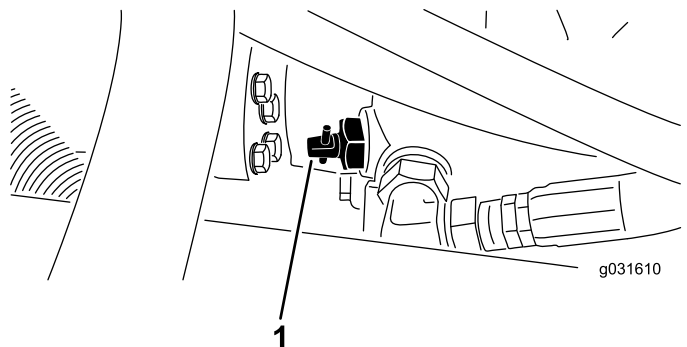

Figura 28
1. Localize a válvula de derivação na bomba e rode-a 90° (Figura 28).